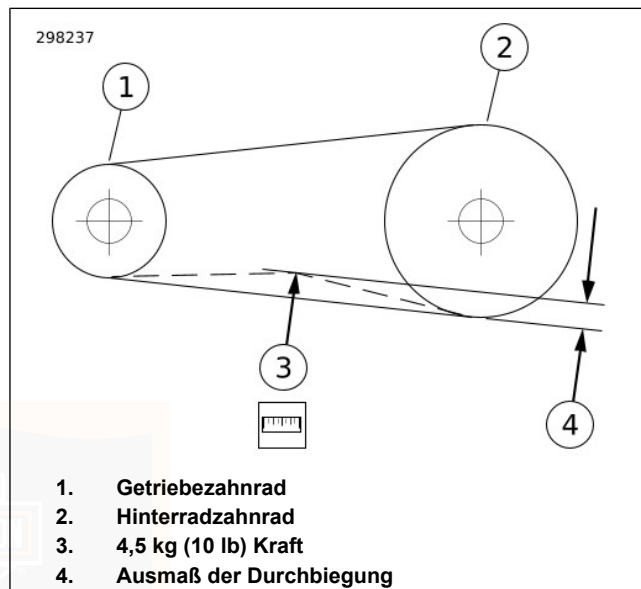

Abbildung 38. Riemendurchbiegung überprüfen
- b. **Alle anderen Modelle:** Siehe Abbildung 38. Bei stillgehaltenem Messgerät Riemendurchbiegung (4) messen.